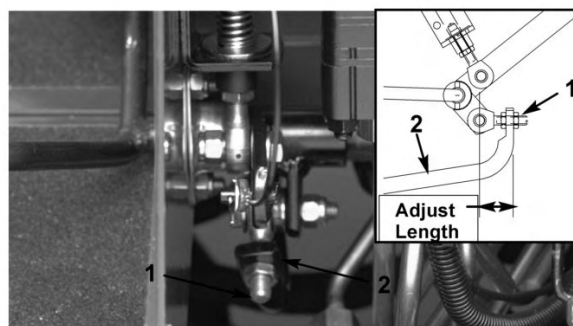

Figura 49
4. Ajuste las contratueras del extremo de la varilla de la bomba con objeto de desplazar el tubo de control de la bomba hacia adelante para eliminar el movimiento de la máquina hacia adelante, o hacia atrás para eliminar el movimiento hacia atrás (Figura 49).